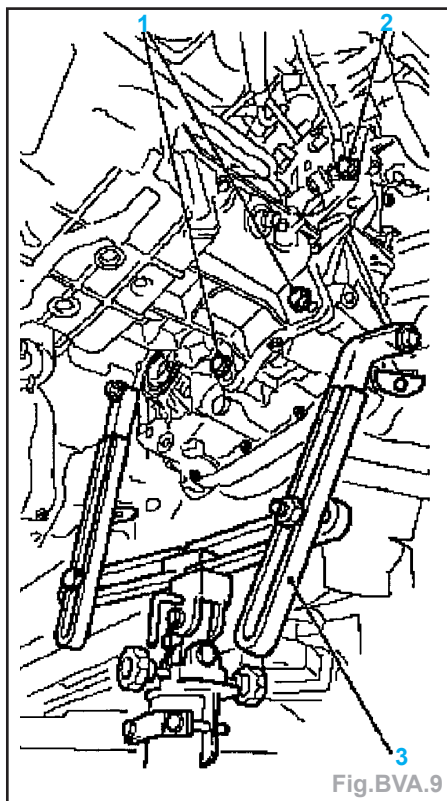
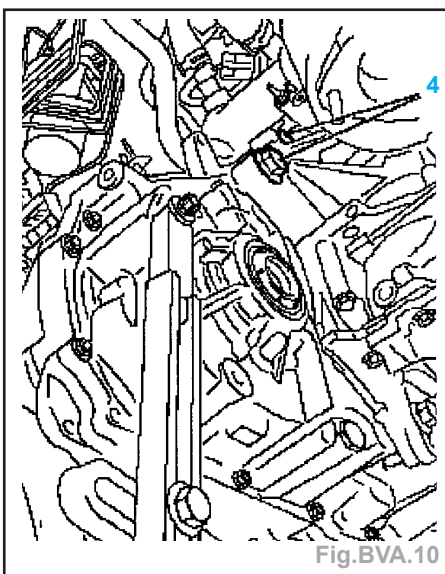

Fig. BVA.9
Fig. BVA.10
- Fixer le cric hydraulique à la boîte de vitesses par l'intermédiaire du support de boîte de vitesses **MKM-886-A** (3) (Fig.BVA.9).
- Déposer la boîte de vitesses du carter d'huile (2 vis, (1)).
- Déposer la boîte de vitesses du moteur (3 vis (2 et 4)) (Fig. BVA.9) et (Fig. BVA.10) :